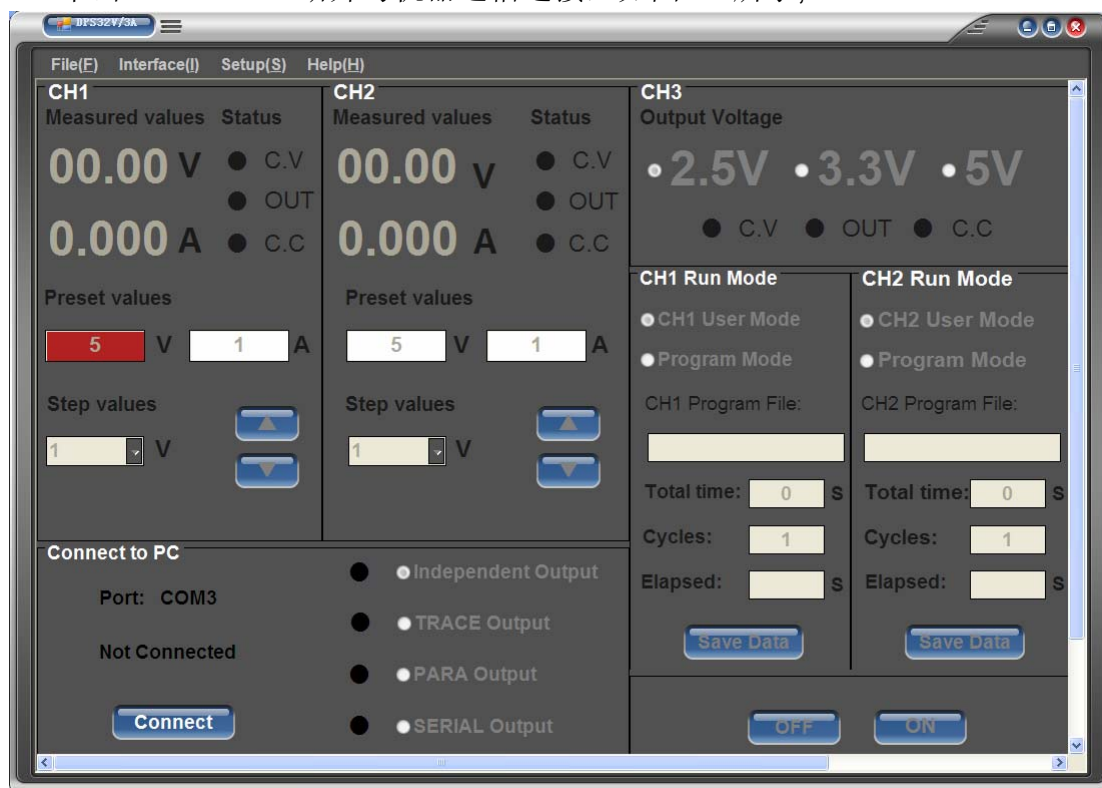

图 15
3、单击 Disconnect 断开与机器通信连接，如图 15 所示；